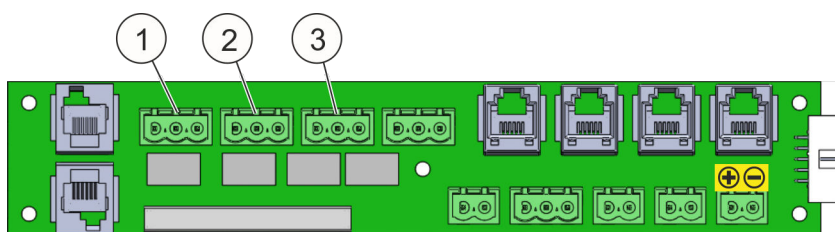

Fig. 16 : Contacts libres de potentiel
- Utiliser les contacts libres de potentiel (Fig. 16 /1 à 3) pour la mise à l'arrêt des appareils, à réaliser par l'exploitant.